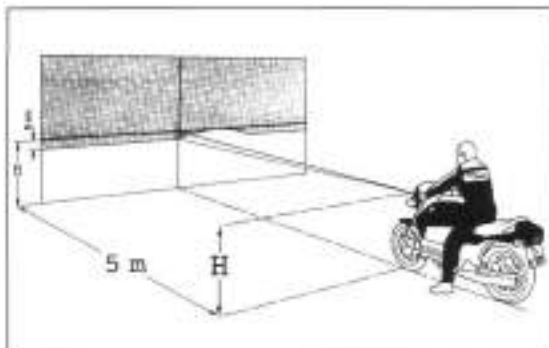

Bild 53
- Abstand vom Boden bis zur Scheinwerfermitte messen und auf Wand mit Kreuz (Kreide o.ä.) markieren. 5 Zentimeter unter diesem Kreuz zweites Kreuz einzeichnen (Bild 53).